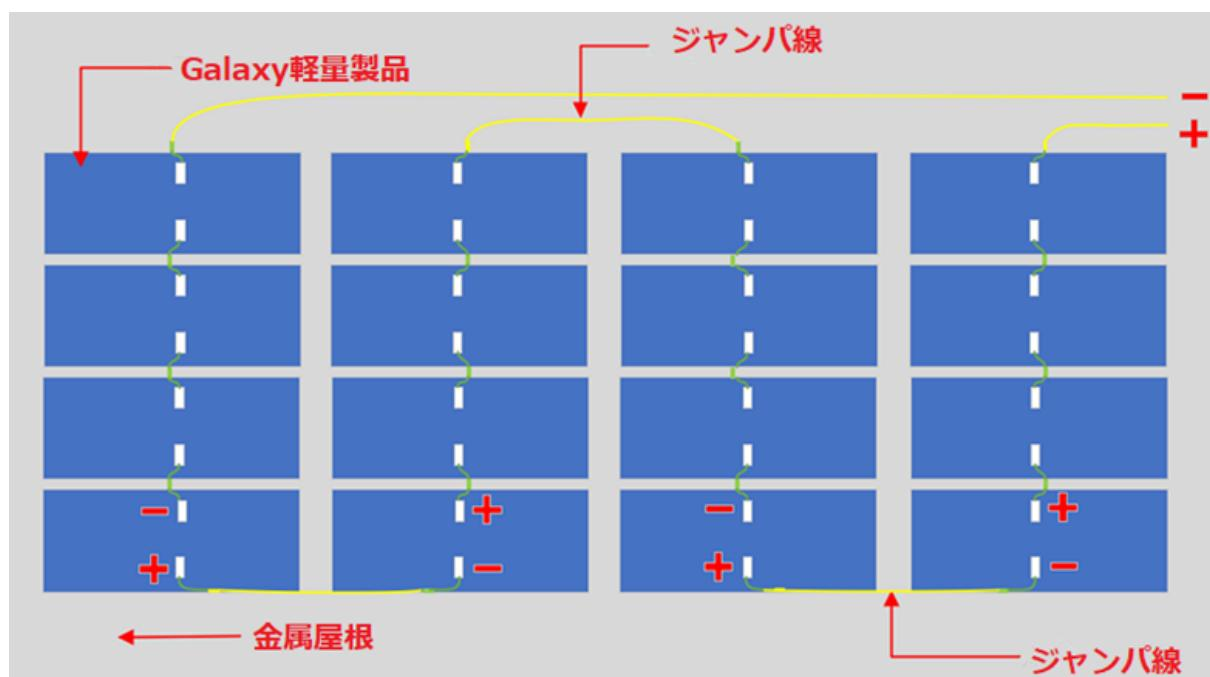

図 6-3: 製品クロス接続線の接続手順 (正面視点)
①配線には明確で分かりやすい線番号表示が必要です。
②シリーズ接続された製品の場合、1つの製品の「+」極は他の製品の「-」極に接続されます。異なる列間の製品を接続する場合は延長ケーブルが必要です。太陽光アプリケーション専用の延長ケーブルを使用してください。通常の場合、2行目は、次の行が設置および配線された後にのみ設置および配線できます。(図 6-3)